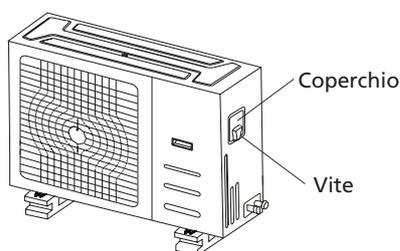

Fig. 8.1
2. Rimuovere il coperchio del quadro elettrico dell'unità da esterno. Se non è presente una copertura sull'unità da esterno, togliere i bulloni dal pannello di manutenzione e rimuovere il pannello protettivo (Ved. Fig. 8.1).